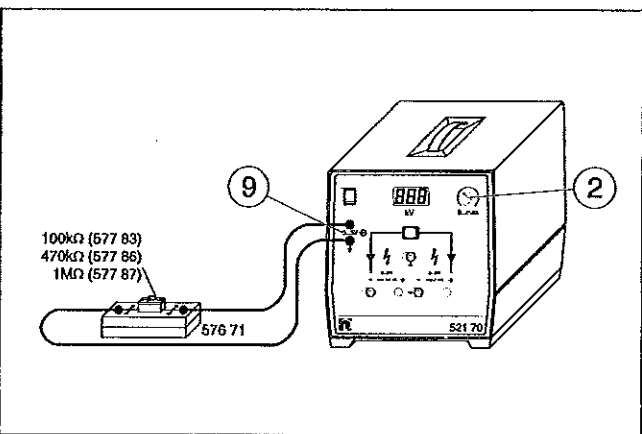

Fig. 3.1
- sensibles aux champs électriques générés par l'expérimentateur («télécommande») de la haute tension; voir fig. 2, fig. 3.1/2) ou
- que reaccionan sensiblemente a campos eléctricos, que el propio experimentador causa ("Control remoto" de la alta tensión; véase la Fig. 2, Fig. 3.1/2) ó